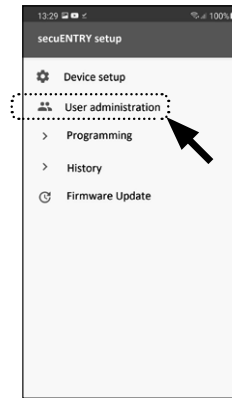

Abb. 81
- 3 Im Untermenü tippen Sie auf „*User administration*“ (Abb. 81).